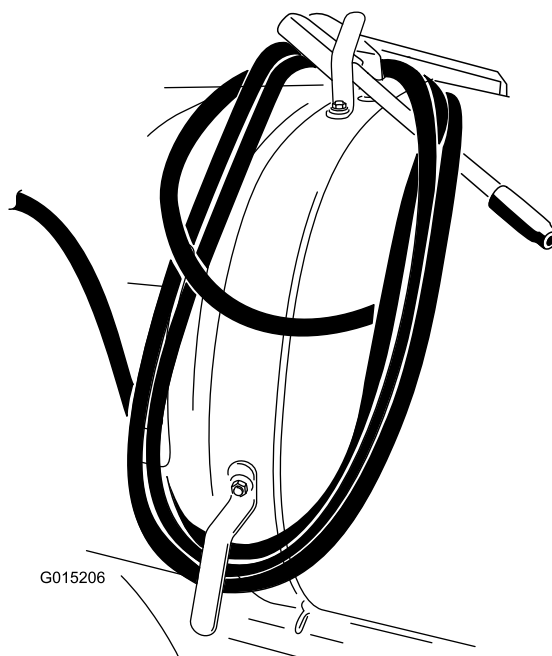

Figura 14
4. Avvolgete il flessibile intorno ai ganci del serbatoio e fissate la pistola come illustrato nella Figura 14.